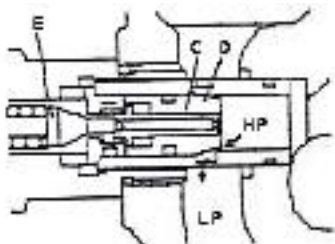

Рис. 2-51
(2) Действие предохранительного перепускного клапана (Рис. 2-51)
Самоблокирующийся клапан установлен к клапанам гидроцилиндра наклонного механизма. Самоблокирующийся клапан может предотвратить внезапное падение основной рамы, при возникновении отрицательного давления в цилиндре, а также для устранения опасности, если золотник будет наклонен из-за неправильного использования. Благодаря этому самоблокирующемуся клапану, при остановке двигателя электропогрузчика, основная рама не будет наклонена вперед, даже если толкнуть рычаг управления. Направление потока масла, когда золотник гидрораспределителя вытянут, показанное на Рис. 2-51, то же самое, что и при наклоне мачты назад.